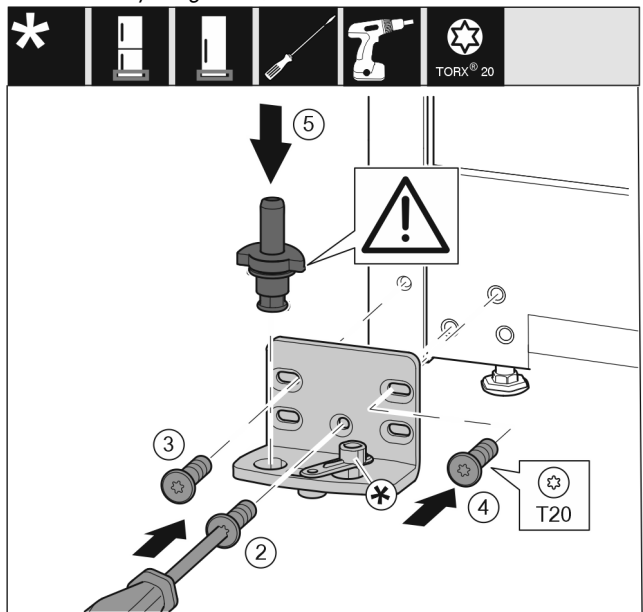

Fig. 36
- ▶ Ložiskovú konzolu nasadte na druhú stranu a priskrutkujte ju pomocou skrutkovača T20. Začnite skrutkou 2 dole v strede. Fig. 36 (2)
- ▶ Pevne zaskrutkujte skrutku 3 a 4. Fig. 36 (3,4)
- ▶ Ložiskový čap úplne nasadte. Dbajte pritom na to, aby zaistovací doraz ukazoval smerom dozadu. Fig. 36 (5)
- ▶ Ložiskovú konzolu nasadte na druhú stranu a priskrutkujte ju pomocou skrutkovača T20. Začnite skrutkou 2 dole v strede. (2)
- ▶ Spoj tlmíča uzatvárania otočte o 180°. Na druhej strane ložiskovej konzoly ho priskrutkujte skrutkovačom T20. (5)
- ▶ Ložiskový čap úplne nasadte. Dbajte pritom na to, aby zaistovací doraz ukazoval smerom dozadu. (6)